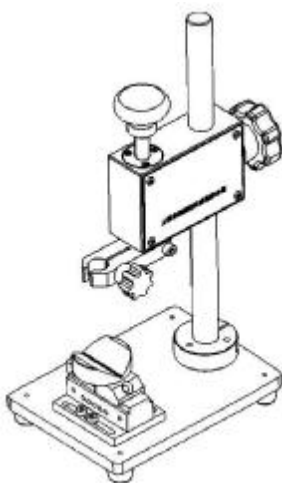

图3
5) 测量微小零件时，建议使用适当的夹具固定被测件（如图3）。